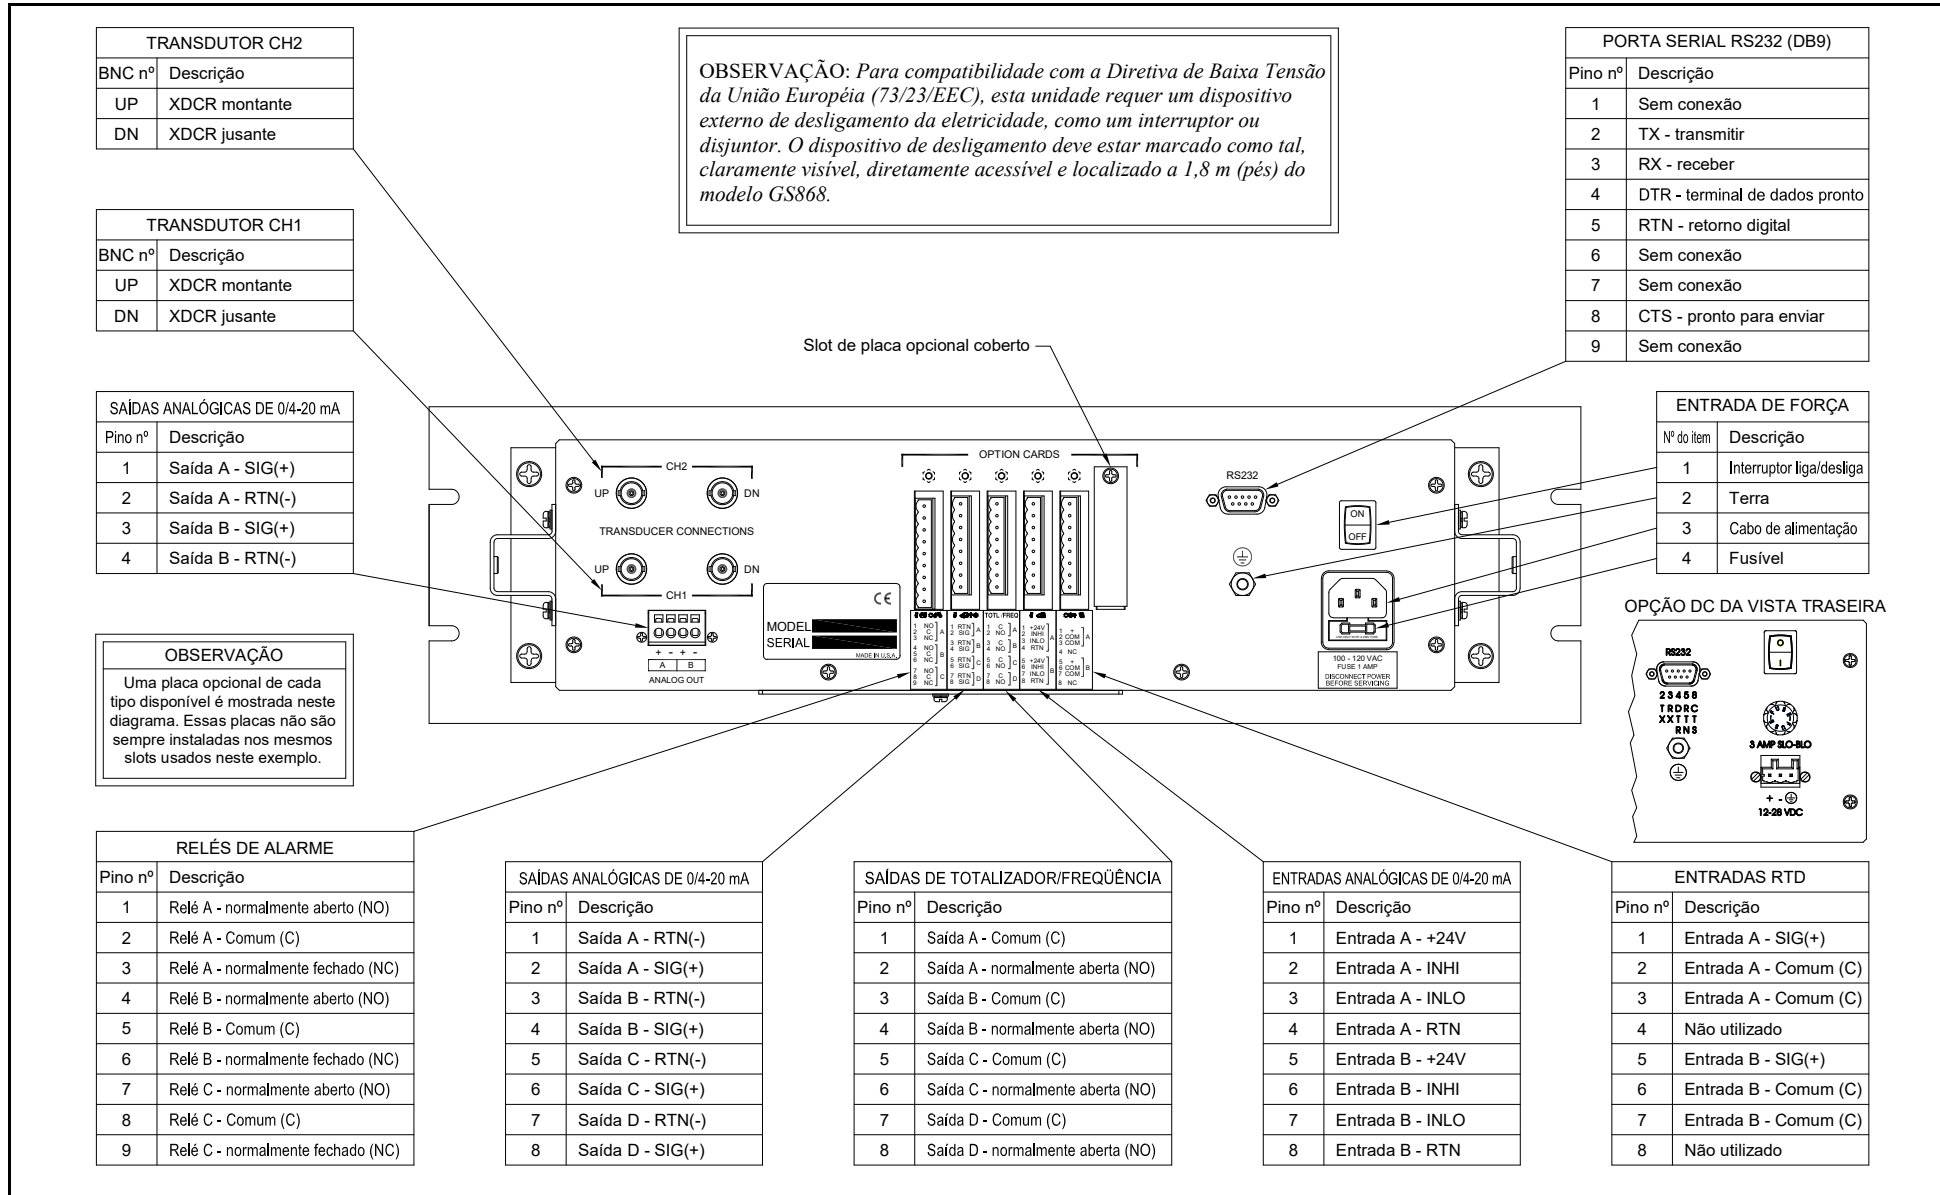

Figura C-2: Gabinete do modelo GF868 tipo rack - diagrama de fiação
O modelo GF868 para rack requer exatamente as mesmas conexões elétricas que a versão padrão. Contudo, os locais e tipo de conectores usados para os componentes são diferentes. Consulte a Figura C-2 na página C-3 e execute as seguintes etapas:
- a. Compre ou prepare um cabo serial apropriado. O cabo deve ter um conector DB9 fêmea padrão, cabeado conforme a Figura C-2 na página C-3, para conexão com o painel traseiro do modelo GF868. A outra extremidade deve ser a exigida pelo dispositivo externo.
5. Conecte todas as *placas opcionais* instaladas com os mesmos procedimentos descritos no Capítulo 1, *Instalação*, deste manual e as atribuições de números de pinos mostradas na Figura C-2 na página C-3.